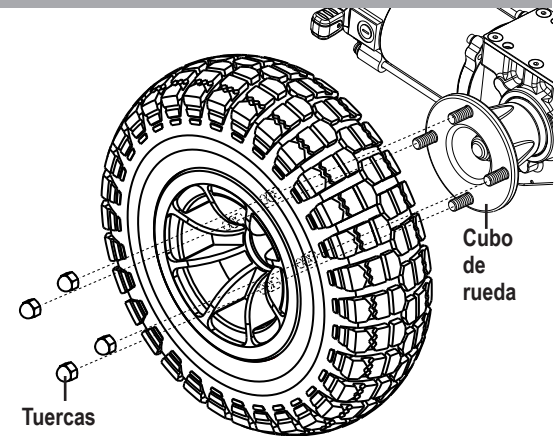

Figura 17. Rueda motriz
4. Retire las cinco tuercas de la rueda motriz del cubo. **Ver figura 17.**